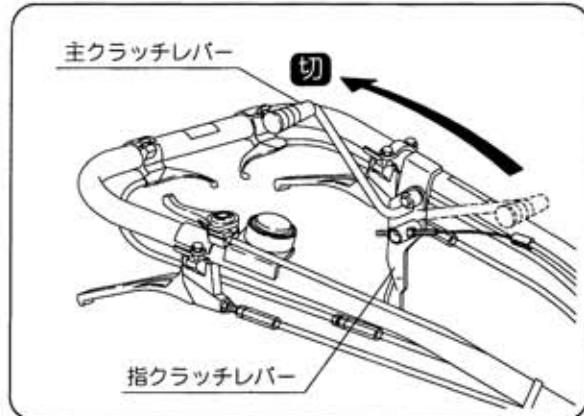

図6
- ③ 主クラッチレバーが「切」位置になっているかを確認してください。(図6)